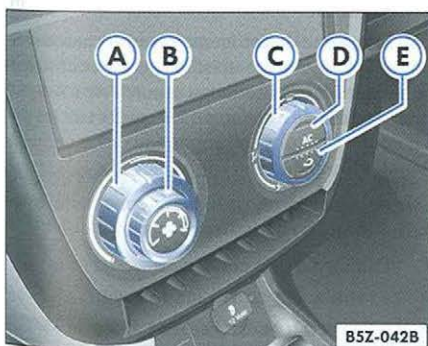

Fig. 102 Detalle en el cuadro: mandos del aire acondicionado
- Gire el mando ⇒ fig. 102 (A) para ajustar la temperatura, (B) para ajustar las velocidades de ventilación y el mando (C) para ajustar la distribución del aire ⇒ .
- Presione la tecla ⇒ fig. 102 (D) para activar el aire acondicionado³⁸⁾ o la tecla (E) para activar la recirculación de aire³⁸⁾. Cuando se conectan, se enciende un indicador luminoso en las teclas.
- Apriete la tecla de accionamiento del aire acondicionado ⇒ página 119, fig. 102 Ⓓ. La luz indicadora en la tecla se encenderá.
- Gire el mando ⇒ página 119, fig. 102 Ⓐ hacia la derecha hasta alcanzar la temperatura de calefacción deseada.
- Seleccione, en el mando ⇒ página 119, fig. 102 Ⓑ, una de las 4 velocidades.
- Seleccione la distribución del aire a través del mando ⇒ página 119, fig. 102 Ⓒ: (para el parabrisas), (para la región del pecho), (para la región del parabrisas y reposapiés), (para la región reposapiés) y (para la región del pecho y reposapiés).
- Gire el mando ⇒ página 119, fig. 102 Ⓐ para la izquierda, hasta alcanzar la temperatura de refrigeración deseada.
- Cuando el mando  página 119, fig. 102  esté en la posición , tendrá que existir, por lo menos, un difusor abierto en el cuadro de instrumentos para no congelar el sistema de refrigeración.